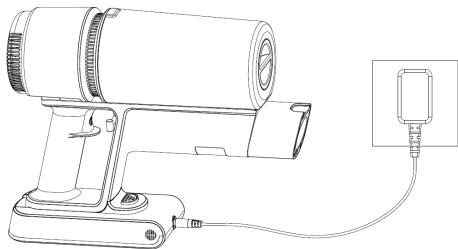

Рис. 9
- Вставьте штекер адаптера питания в зарядное гнездо, расположенное на боковой части аккумулятора (Рис. 9).